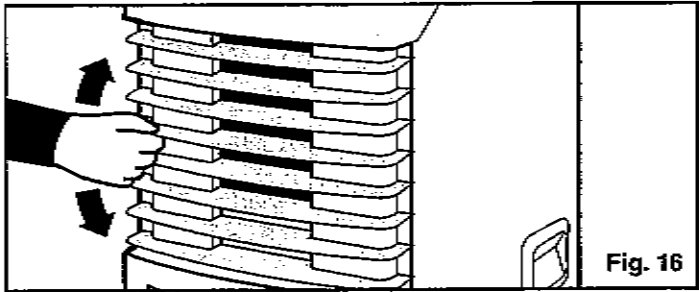

Fig. 16
- 8) Pour ajuster la direction de la "circulation d'air", (vers le haut / bas seulement) réglez un des **volets horizontaux** (à l'exception du volet du supérieur et inférieur) et tous les autres volets s'ajusteront automatiquement (à l'exception du volet supérieur et inférieur). Fig. 16.